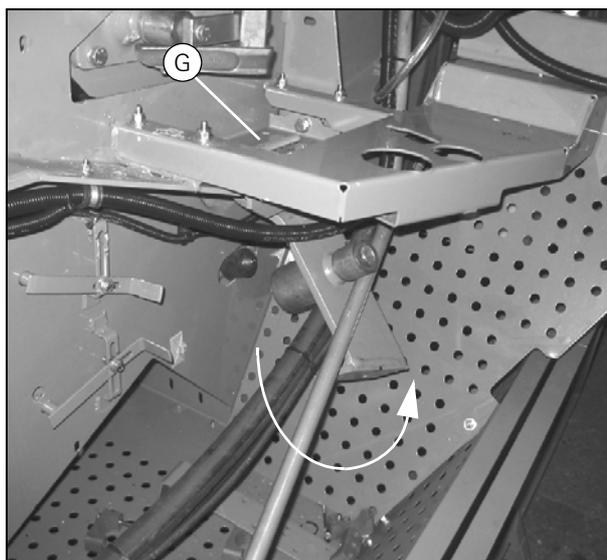

Рисунок 51
5. Снимите кронштейны. Привяжите гидравлический цилиндр к разгрузочному шнеку (A), чтобы обеспечить свободное пространство для работы.
8. Снимите подшипники (B), (C), (D) и (E) с поворотного рычага. Теперь поворотный рычаг (F) не закреплен, однако для отсоединения рычага от рамы машины необходимо выполнить следующие операции:
10. Выдвиньте поворотный рычаг из проема (G) на раме машины (Рис. 51).